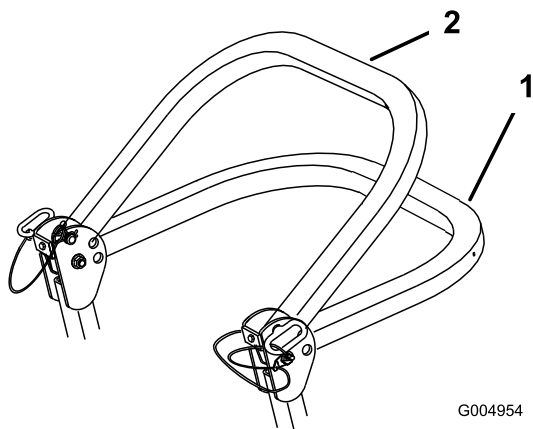

Figura 7
2. Coloque la barra antivuelco en la posición de bajada. Hay dos posiciones de bajada. Vea las posiciones en Figura 7.